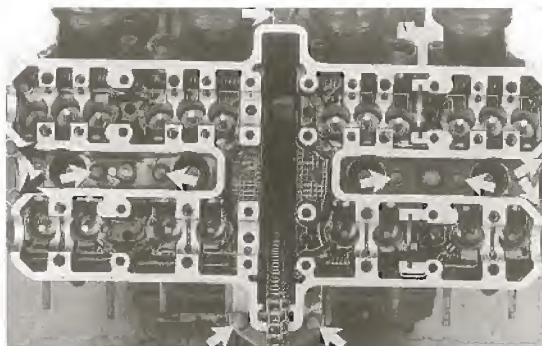

Bild 110
- Befestigungsschrauben des Zwischenbanketts (Bild 110) ausdrehen und Bankett abnehmen.
● Zwei Passhülsen einsetzen und Dichtung des Zwischenbanketts auflegen («UP» weist lesbar nach oben). Zwischenbankett aufsetzen und Befestigungsschrauben (Bild 110) schrittweise von innen nach aussen festziehen.